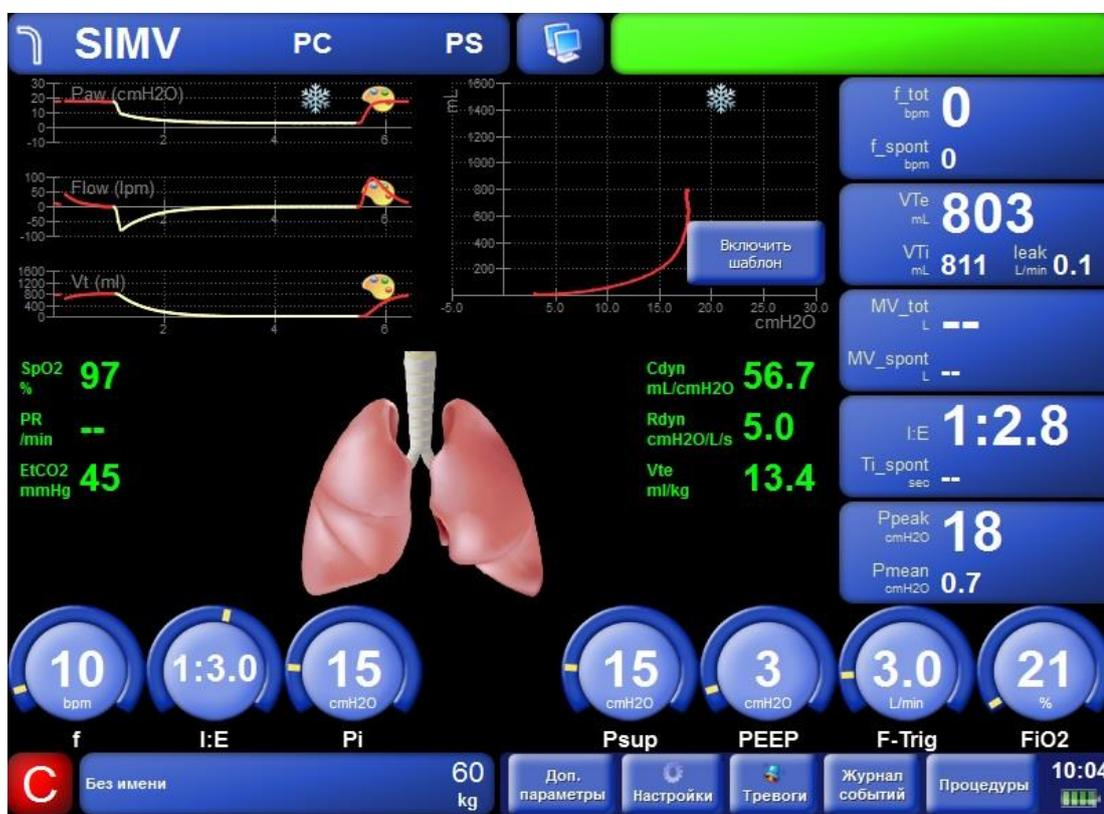

Рисунок 10-15 – «Мультиэкран – кривые, петли, лёгкие»
- Кривые, петли, лёгкие (Рисунок 10-15),